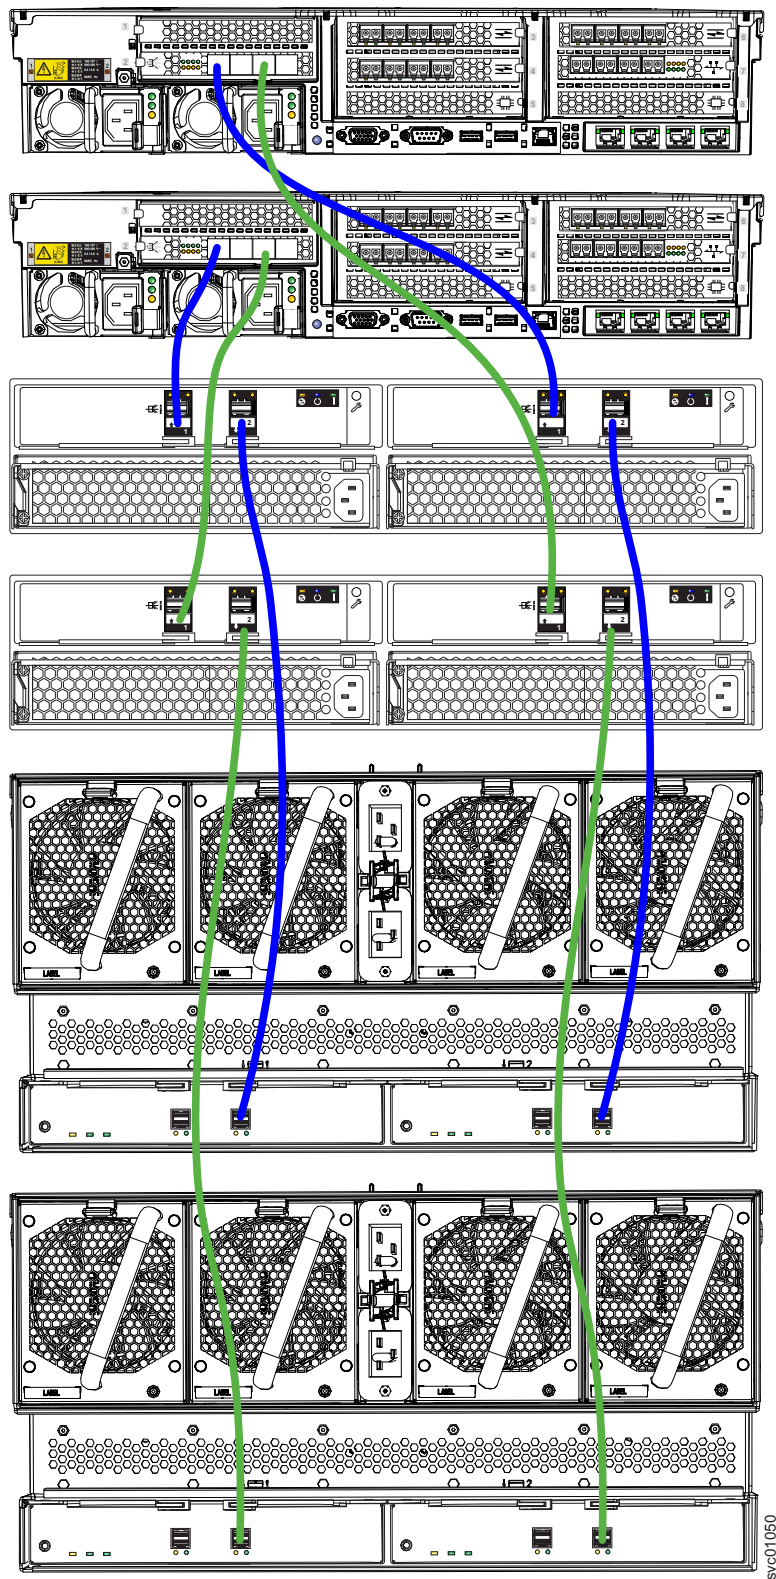

Figure 118. Branchement des câbles SAS
1. Installez les câbles, comme indiqué dans la figure 118, à la page 133.
Remarque : figure 118, à la page 133 est fournie pour montrer les connexions des câbles entre les boîtiers SAS et chaque boîtier du noeud. Elle n'implique pas ou ne représente pas l'ordre de rayonnage précis des boîtiers dans une armoire. Cependant, en raison de sa taille et de son poids, placez toujours le boîtier 2145-92F près du bas de l'armoire.
Comme le montre la figure 118, à la page 133, vous pouvez combiner les boîtiers 2145-24F, 2145-12F et 2145-92F dans une chaîne SAS. Le facteur limitant est le *poids de la chaîne* combiné des différents composants. Le poids maximum de la chaîne SAS qui peut être connecté à un nœud port SAS est de 10 :